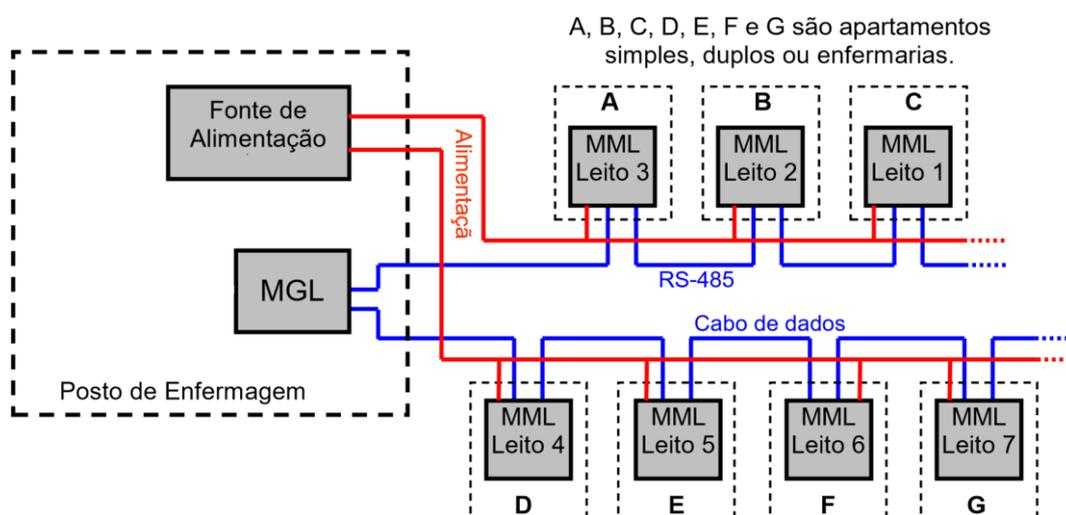
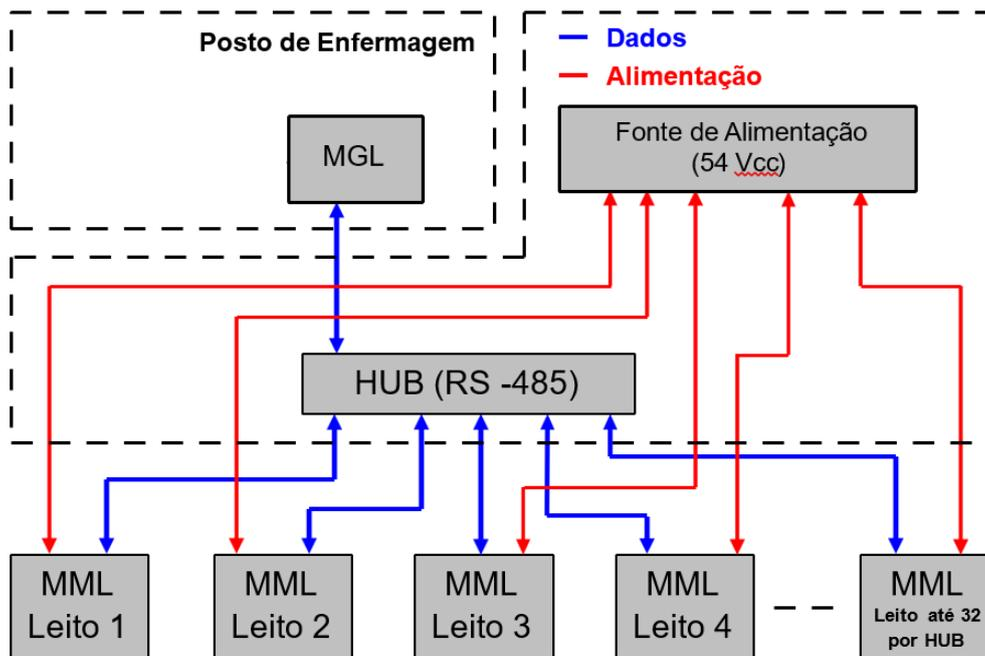
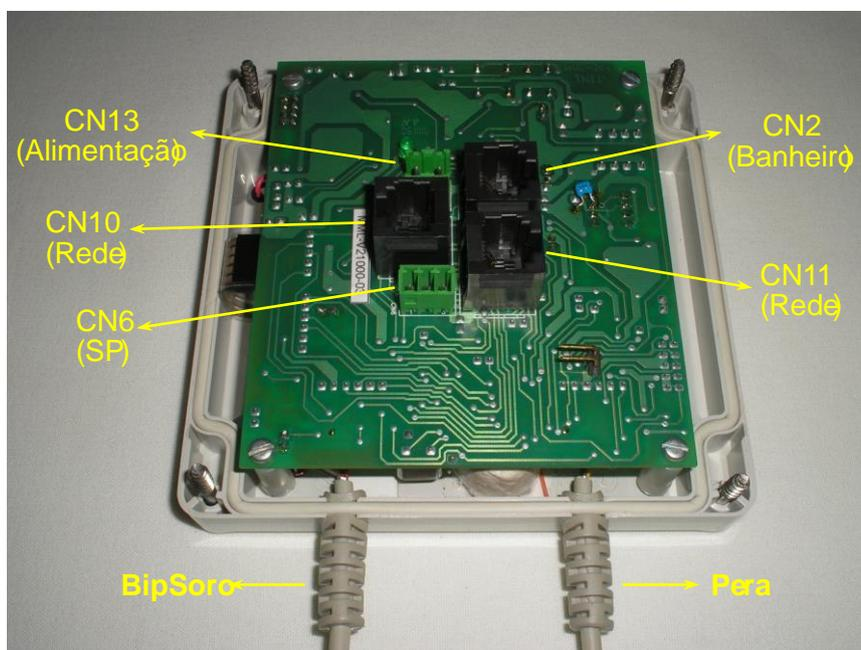

Figura 1 – Topologia Barramento
Figura 2 – Topologia Estrela
Figura 9 - Vista posterior do MML
- Topologia estrela (necessita do HUB RS-485 opcional - veja a Figura 1 abaixo);
- Topologia barramento (veja a Figura 2 abaixo).
Siga os passos descritos no item 7.5.1 abaixo para efetuar as conexões e a instalação do MML seguindo a topologia estrela. Veja a Figura 2. Alternativamente, siga os passos descritos no item 7.5.2 para efetuar as conexões e a instalação do MML seguindo a topologia barramento, como mostrado na Figura 1.
- d. Encaixe no conector CN2 (veja a Figura 9 abaixo) o plug RJ-45 do cabo que vai para banheiro;
- i. Localize o conector e o borne rotulado com CN6, contido na placa de circuito impresso do MML (veja a Figura 9 abaixo), e verifique que seus terminais são numerados de 1 a 3. Use uma chave de fenda de 1/8" x 3" para conectar os condutores do cabo vindo do Sinalizador de Porta aos terminais do borne CN6 mantendo a mesma pinagem mostrada na Tabela 1 acima;
- e. Encaixe no conector CN2 (veja a Figura 9 abaixo) o plug RJ-45 do cabo que vai para banheiro;
- j. Localize o conector e o borne "CN6" contido na placa de circuito impresso do MML (veja a Figura 9, abaixo) e verifique que seus terminais são numerados de 1 a 3. Use uma chave de fenda de 1/8" x 3" para conectar os condutores do cabo vindo do sinalizador de porta aos terminais do borne "CN6" mantendo a mesma pinagem mostrada na Tabela 1 acima;
No caso de se escolher a topologia barramento, a fonte deve ser instalada no posto de enfermagem ou numa sala técnica. Veja a Figura 2, acima.
- Na topologia barramento, um cabo UTP deverá ser conectado à parte posterior do MGL na porta rotulada com “RS-485”. A outra extremidade deste cabo deve ser conectada a uma a uma PCI Y contendo 03 portas RJ45 (fornecida com o MGL quando se pretende usar a topologia barramento). As 02 portas RJ45 desta PCI Y ficam disponíveis para conexões com os MMLs do sistema, conforme mostra a Figura 1, acima. Na existência de n MML’s num mesmo sistema, haverá seguimentos de cabos que conectarão os MML’s, entre si, formando a topologia barramento, já que os conectores CN10 e CN11 em cada MML (veja a Figura 9), estão disponíveis para as conexões da rede. Cabe observar que nessa topologia a soma dos comprimentos de cabos que ligam os MML’s não poderá ultrapassar o valor de 700 metros.